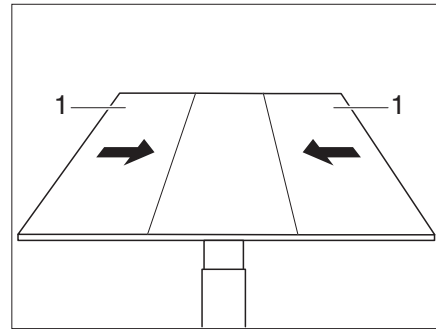

Fig. 98 Pousser les parties latérales sur la partie médiane
- Pousser les parties extérieures (Fig. 98,1) de la table sur la partie médiane.